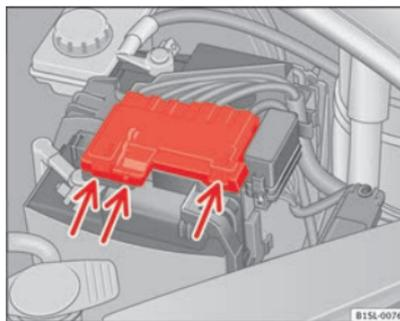

Fig. 117 En el vano motor: Retire la cubierta de la batería del vehículo.
- Haga presión sobre las lengüetas ⇒ **fig. 117** (flechas) en el sentido de las flechas y extraiga hacia arriba la cubierta de la batería.